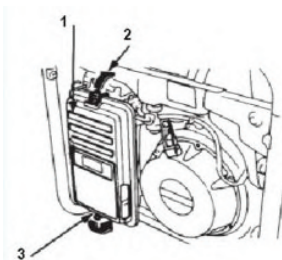
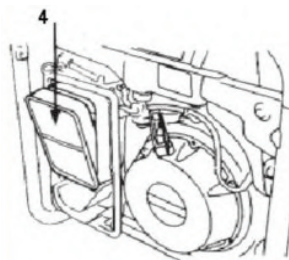

Рис.8. Снятие воздушного фильтра
Рис.9. Снятие фильтрующего элемента
8.8.1. Отстегнуть зажимы (2, 3) крышки воздушного фильтра (1), см.рис.8, снять крышку и достать фильтрующий элемент (5), см.рис.9.